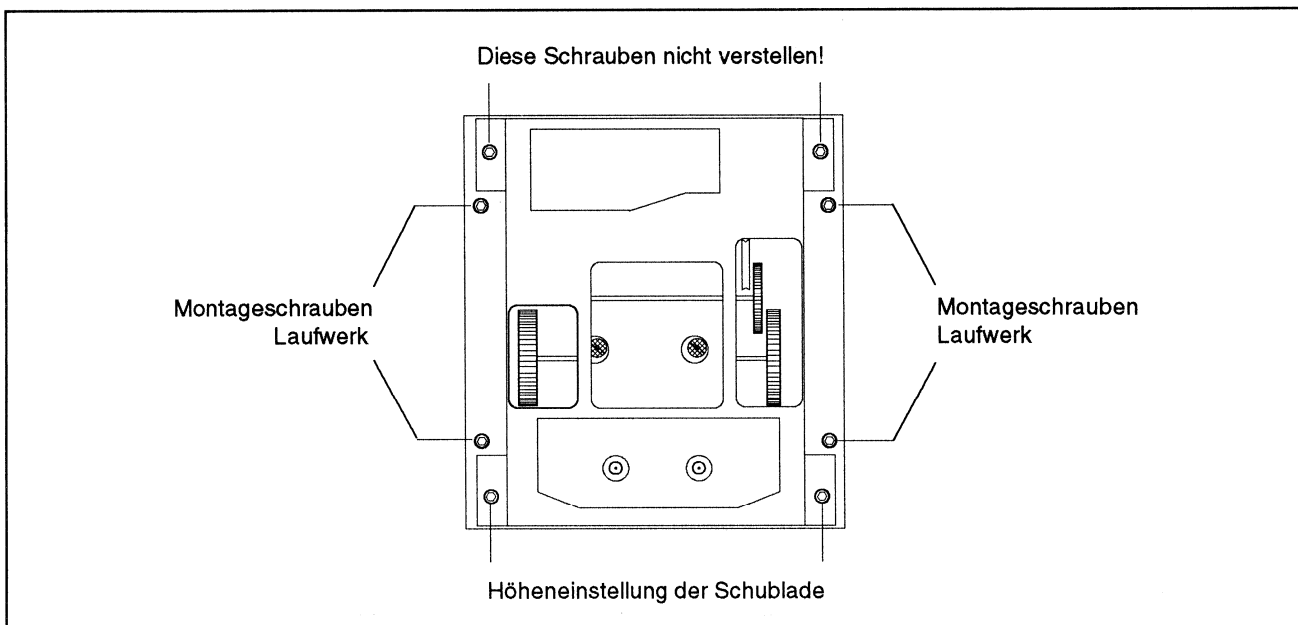

Fig. 4.1 Montage- und Einstellschrauben des Laufwerks.
- Vier Montageschrauben des Laufwerks (IS 2,5mm) lösen (vgl. Fig. 4.1).
- Die Höhe der Schublade mit den vordersten beiden Schrauben (vgl. Fig.4.1) so einstellen, dass die Schublade genau mittig in der Öffnung steht.